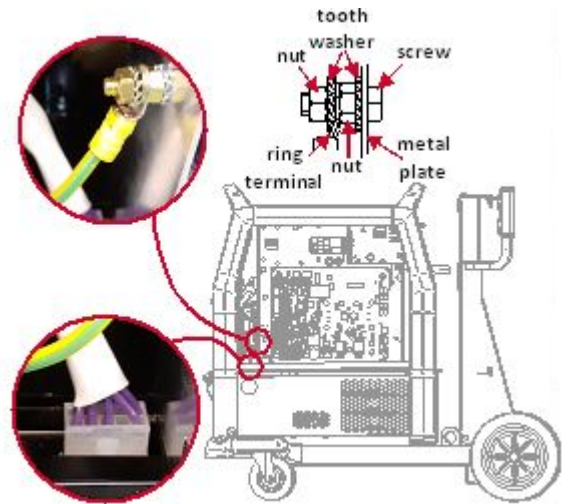

Figura 4
- Conectați fișa cu 10 pini în mufă și înșurubați firul verde-galben de protecție în șurubul de împământare - deșurubați piulița M6, scoateți șaiba zimțată, instalați cablul, așezați șaiba zimțată și înșurubați piulița M6. (Figura 4).